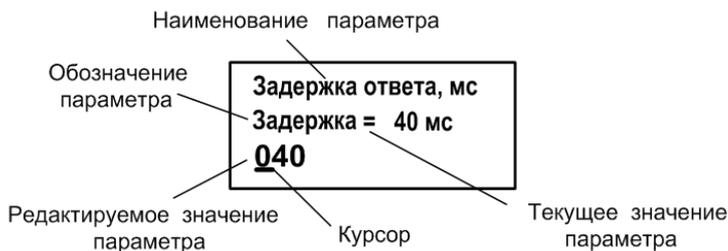

Рисунок 5 – Вид окна индикации установочного параметра
4.1.4 Для ввода значений некоторых установочных параметров необходимо использовать специальное окно, которое раскрывается после активизации строки меню с наименованием соответствующего параметра (см. рисунок 5).